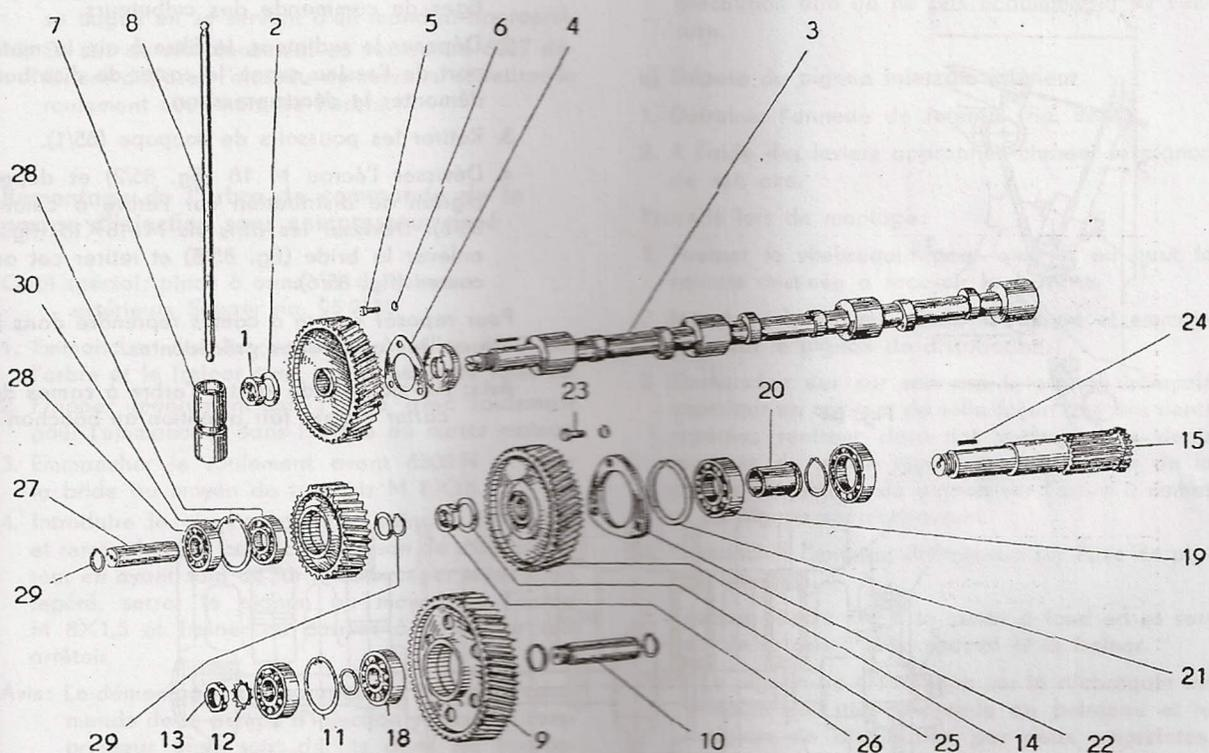

Fig. 82
Le pignon de distribution sur l'arbre à cames est retenu par la clavette et freiné par l'écrou de serrage (fig. 82/1) avec arrêtoir (2). Le décalage de l'arbre à cames (3) est empêché par la cale (4) freinée par les vis (5) et l'arrêtoirs (6). Sur les cames de l'arbre à cames reposent librement les poussoirs de soupape (7) avec les tiges de commande (8).
5. Défreiner et dévisser de l'arbre de commande de la pompe d'injection l'écrou M 18×1,5 (fig. 82/26).
6. Au moyen des leviers appropriés retirer de l'arbre de commande de la pompe d'injection le pignon de distribution (fig. 82/14).
7. Retirer la clavette (fig. 82/24) hors de la rainure de l'arbre de commande de la pompe d'injection, dévisser les trois vis M 8×15 (fig. 82/23) de l'attache (fig. 82/22) et déposer celle-ci.
Le pignon intercalé supérieur (fig. 82/9) est logé sur un axe (fig. 82/10) qui est emmanché dur dans la paroi avant du carter moteur. A l'intérieur du carter cet axe est freiné par un anneau de retenue.
1. Défreiner l'écrou KM 4 (fig. 82/13) et le dévisser à l'aide de la clef à tube spécial.
1. Défreiner l'anneau de retenue (fig. 82/29).